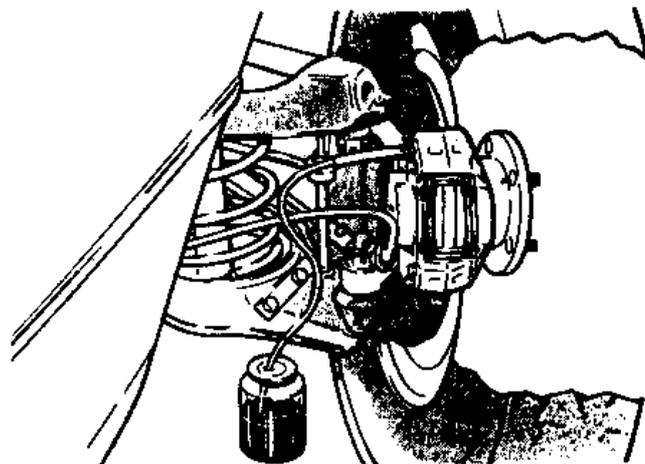

Рис.9.3. Удаление воздуха из правого переднего тормоза (Разд.2)
6. Чтобы удалить воздух из тормозной системы, очистите участки вокруг клапанов для удаления воздуха от грязи и прежде всего снимите резиновый колпачок с клапана правого переднего тормозного механизма (Рис.9.3).